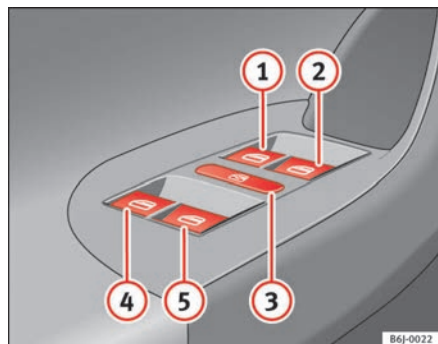

Fig. 48 Pormenor da porta do condutor: comandos para os vidros dianteiros e traseiros
Os botões ⇒ página 89, fig. 48 ①, ②, ④ y ⑤ têm duas posições para abrir e outras duas para fechar os vidros. É assim mais fácil controlar a abertura e o fecho.